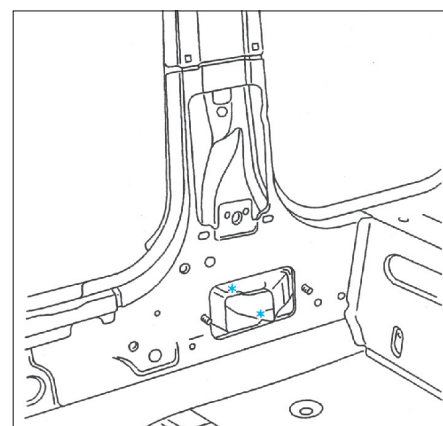
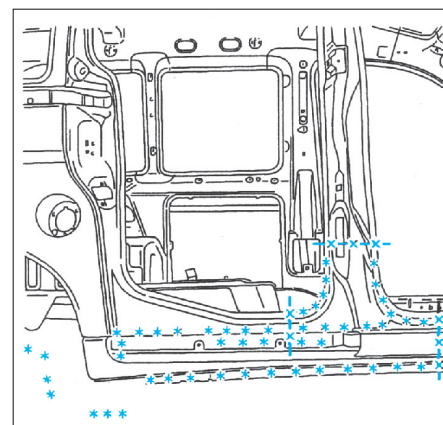

FIG. 71
FIG. 72
- Dégraffer les points à l'aide d'une fraise de Ø 8 mm (Fig.71).
- Tracer puis découper à l'aide d'une scie (Fig.72).
- Souder par points électriques (Fig.71) et (Fig.72).
- Souder par points bouchons MAG (Fig.71) et (Fig.72).
- Souder par cordon MAG (Fig.72).